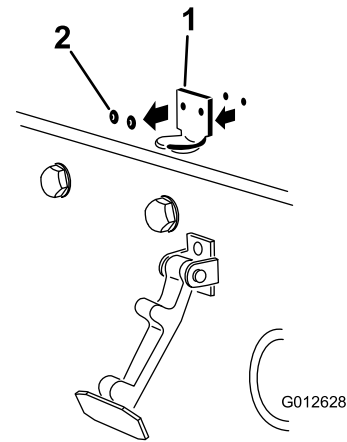

Bild 7
2. Entfernen Sie die Niete (2), mit denen die Halterung des Motorhaubenriegels an der Motorhaube befestigt ist (Bild 7). Nehmen Sie die Halterung des Motorhaubenriegels von der Motorhaube ab.